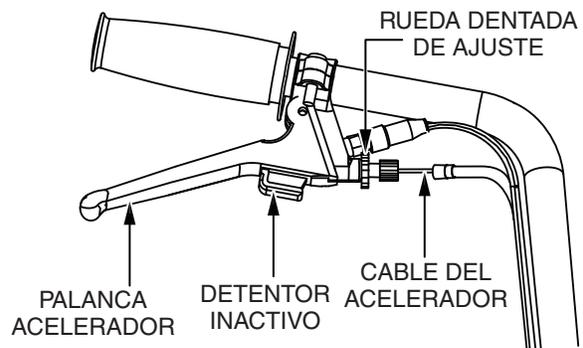

Figura 9. Ajuste del cable del acelerador
7. Ajuste el cable del acelerador en la palanca del acelerador en el manubrio (Figura 9).